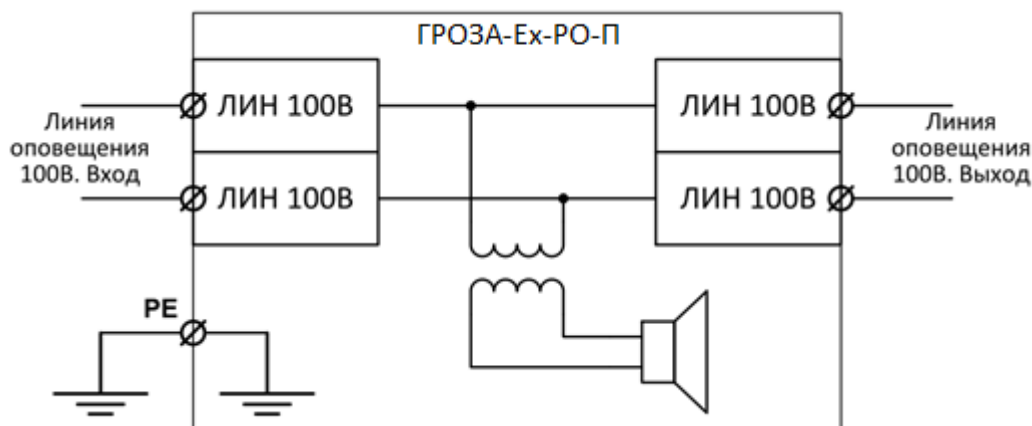
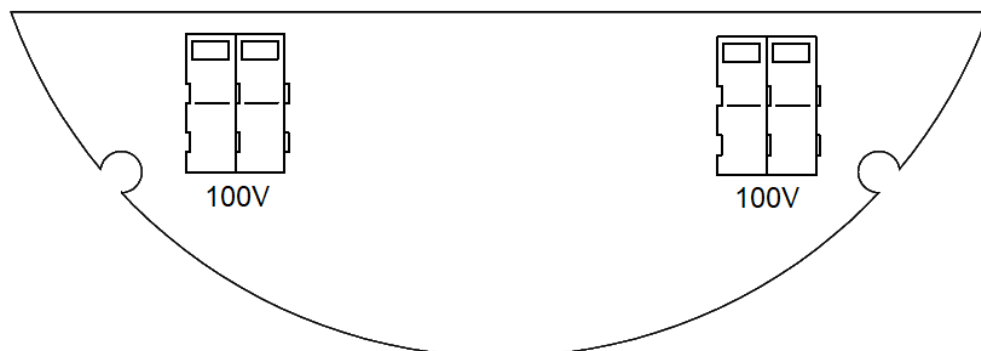

Рис.3 Схема подключения Оповещателя пассивного ГРОЗА-Ех-РО-П
Рис.4 Расположение клемм на печатной плате Оповещателя пассивного ГРОЗА-Ех-РО-П
8.2.7.1 Схема подключения и расположение клемм на плате приведены на рис.3, рис.4. При трехпроводной схеме подключения используется внутренний зажим заземления. Провода кабеля необходимо разделить на длину 5...7 мм, диаметр каждого провода не должен превышать 2,5 мм. Разделанные провода подключить к соответствующим клеммам WAGO отжав контакты с помощью специального инструмента или отвёртки.